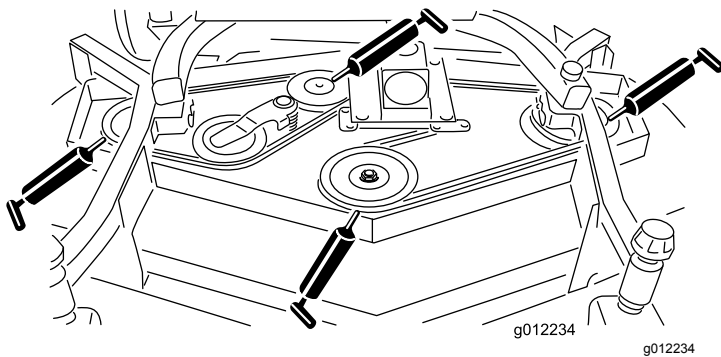

Figure 17
- Paliers d'axes de pivot (3) (sous la poulie) (Figure 17)
- Roulements d'axe de bras de poulie de tension (Figure 17)